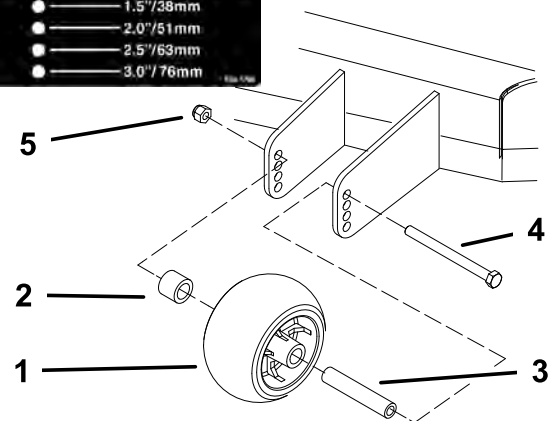
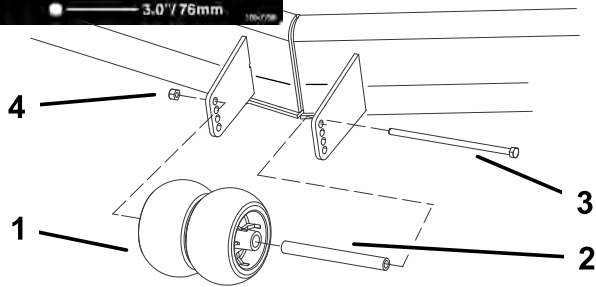

Figura 19
Figura 20
3. Después de ajustar la altura de corte, ajuste los rodillos retirando la tuerca con arandela prensada, el casquillo, el espaciador y el perno (Figura 19, Figura 20, y Figura 45).
- Nota:** Los dos rodillos centrales no tendrán espaciador (Figura 20).
5. Instale la tuerca con arandela prensada, el casquillo, el espaciador y el perno. Apriete a 54–61 Nm (40–45 pies-libra) (Figura 19, Figura 20 y Figura 45).